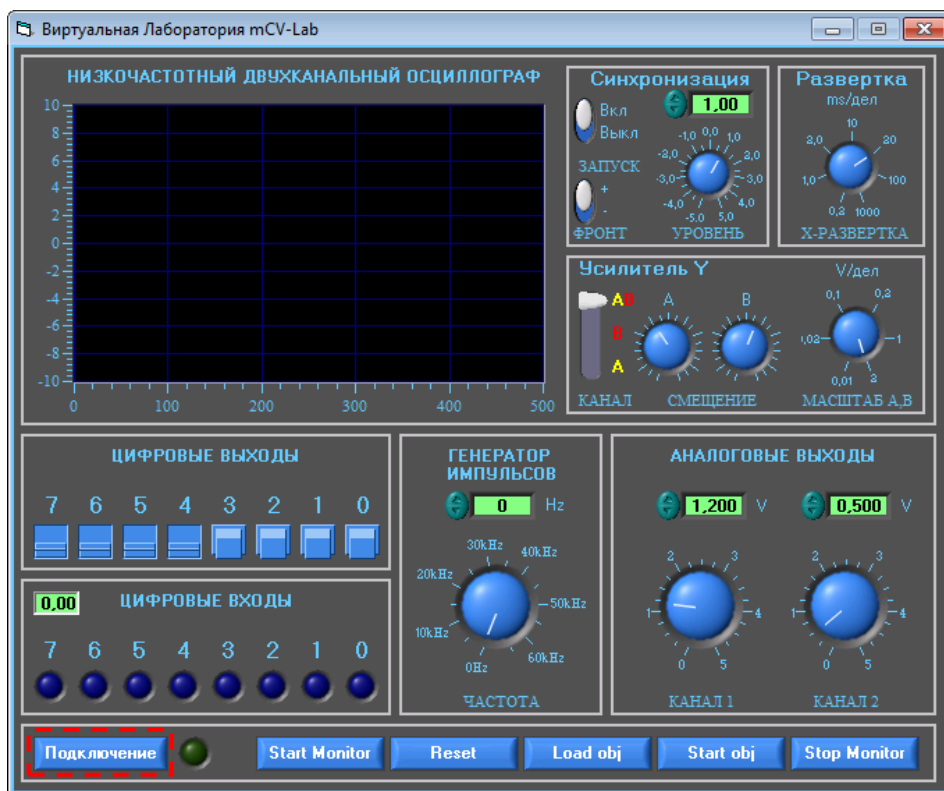

Рис. 1. Рабочее место до подключения к серверу Web-лаборатории
5. Проверьте корректность установки программного обеспечения и связь с сервером Web-лаборатории. Для этого запустите программу **ucvlab.exe** - откроется панель управления лабораторным стендом «**Виртуальная лаборатория mCV-Lab**» (рис. 1).